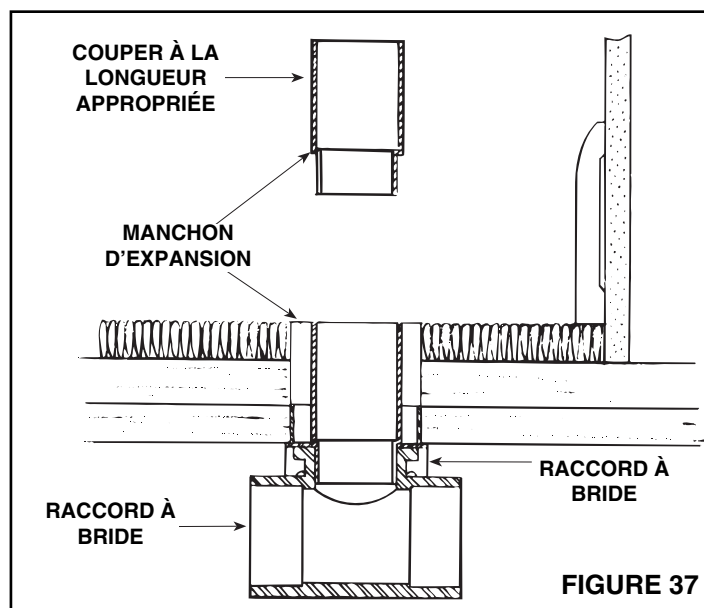

FIGURE 37
4. Consultez la figure 37. L'extrémité évasée du manchon d'expansion modèle 399 doit être coupée à la longueur désirée pour permettre la mise en place de la prise directement sur le plancher ou sur le tapis.